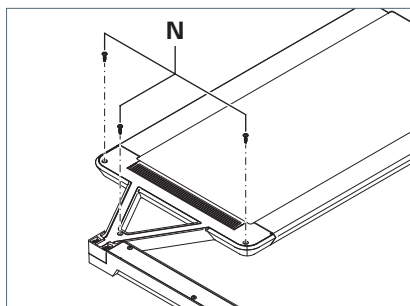

Fig. 18: Avvitare la copertura.
2. Avvitare la copertura con le tre viti **N**, vedere Fig. 18.